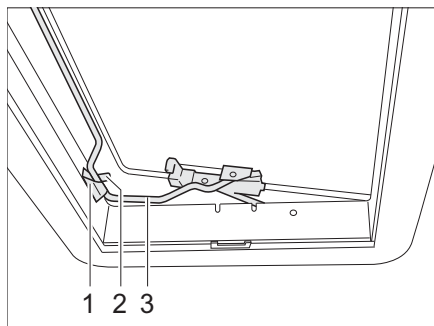

Fig. 52 Oblò Heki in posizione di ricircolo d'aria 2
- Inserire la staffa (Fig. 52,3) nel supporto (Fig. 52,1).
- Sistemare la leva (Fig. 52,2) sulla staffa.